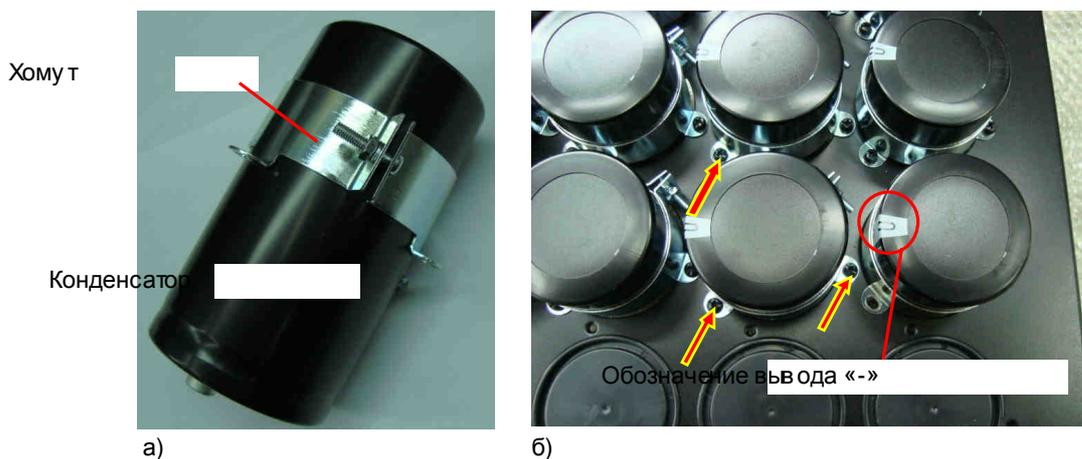

Рис. 7.16.
7.11.2.1. Неплотно закрепить хомуты на конденсаторах на необходимом расстоянии от края, не затягивая гайки (рис. 7.16а).
7.11.2.2. Вставить конденсаторы с хомутами в отверстия блока конденсаторов, соблюдая ориентацию ввода «-». Закрепить каждый хомут тремя винтами (рис. 7.16б, красные стрелки).